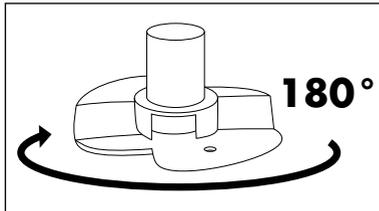
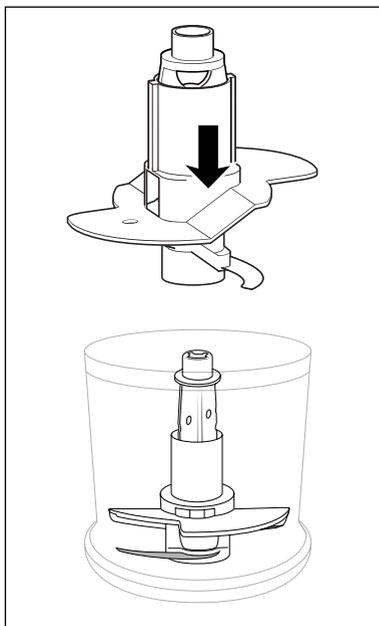

Fig. 2
Fig. 3
- For at piske 200 ml fløde skal du dreje piskedelens **10** 180° vandret (fig. 2), så den kun sidder på én kniv **7** og går i indgreb (fig. 3). Så piskes fløden hurtigt: